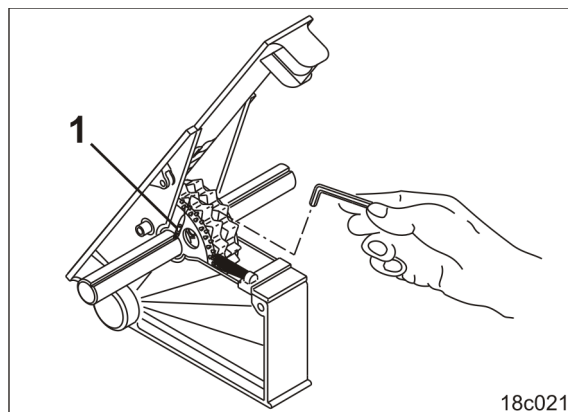

Fig. 247
3. Løsne unbrakoskruene (Fig. 247/1) til de nye kjøresporsåhjulene så mye, at de nye kjøresporsåhjulene kan dreie fritt på såakselen.